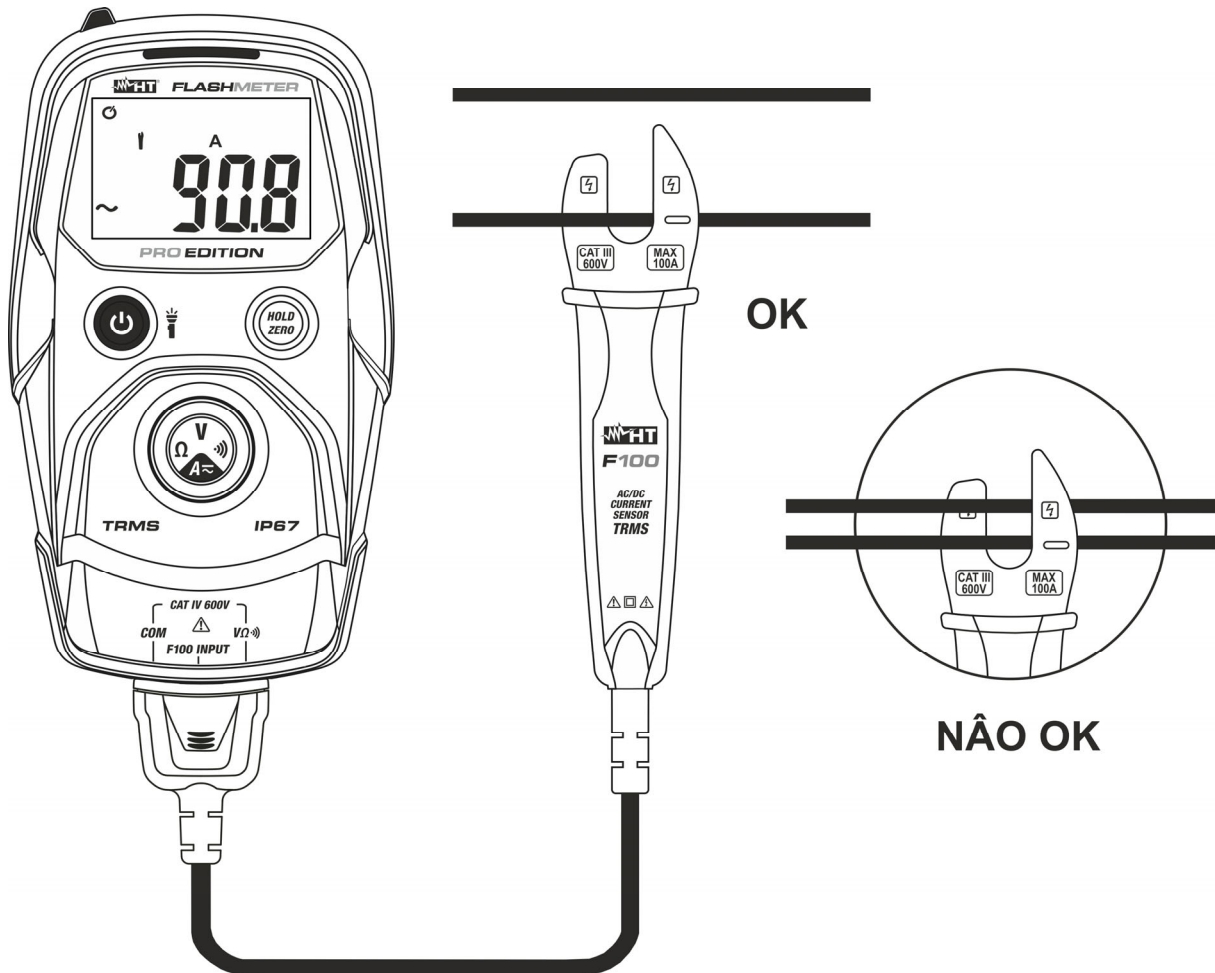

Fig. 7: Uso do instrumento para a medição de Corrente CA/CC
4. Conecte a pinça F100 ao condutor em teste (ver Fig. 7) prestando atenção no símbolo da seta " \rightarrow " dentro do toróide para indicar o sentido positivo da corrente e posicionando no centro do mesmo para obter uma medição precisa. O valor atual é mostrado no display
5. A visualização do símbolo "-" no display do instrumento indica que a tensão tem sentido oposto em relação à ligação da Fig. 7